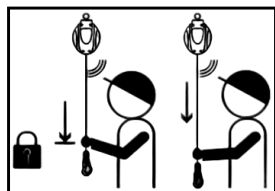

Fig. 1
- Suspnda los dispositivos anticaídas retráctil verticalmente, tire de la cinta despacio. Inspeccione la cinta para ver que no hayan desperfectos (debe sacar toda la cinta fuera del retráctil para poder realizar dicha inspección). (ver Fig.1)